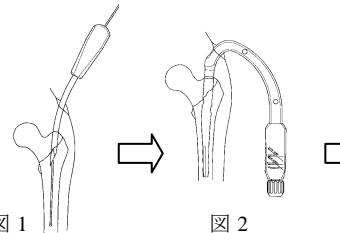

図 1
- 1) 大腿骨大転子頂部よりオウル等にてネイル挿入口を開窓します。（図 1）